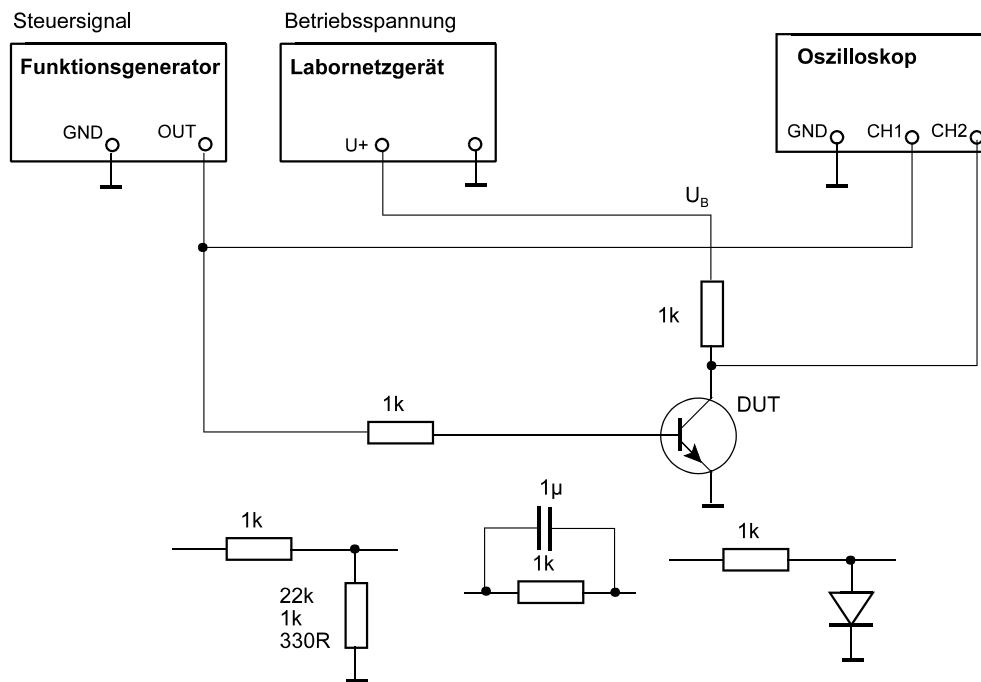

Abb. 7 Emitterschaltung im Schaltbetrieb.
- e) Die in Abb. 7 angegebenen alternativen Eingangsschaltungen ausprobieren. Hierbei geht es um die Ausschaltverzögerung. Welche Schaltung ergibt die kürzeste Ausschaltzeit?